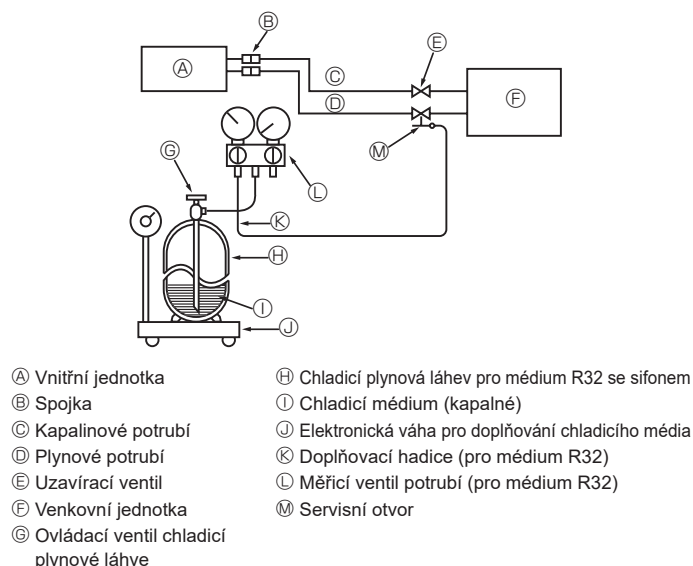

Fig. 7-1
7.1. Doplnění plynu (Fig. 7-1)